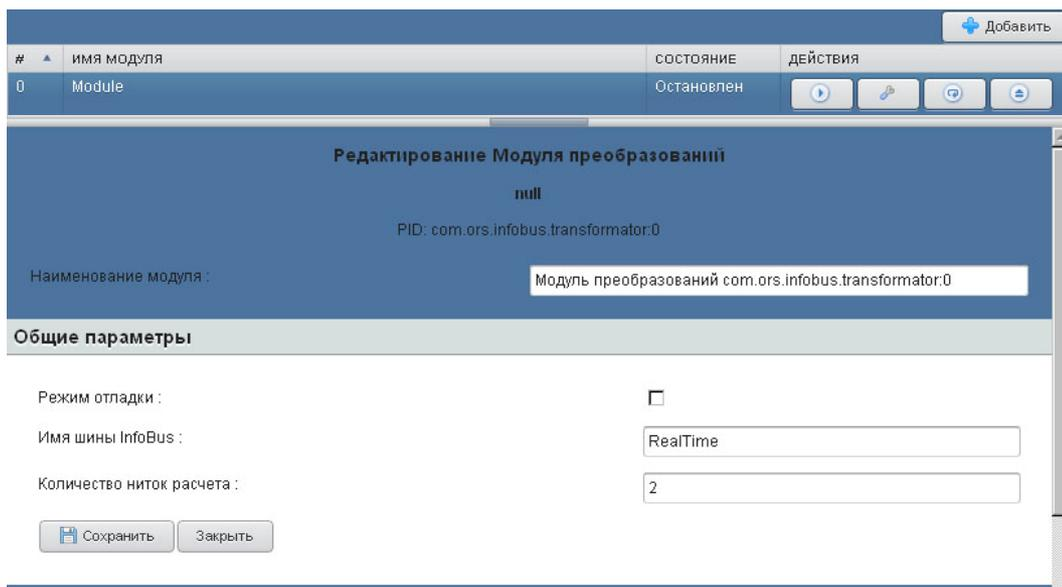

Рисунок 39.
- определение общих параметров модуля (рисунок 39);
Для сохранения настроек и ввода в действие модуля преобразований необходимо выполнить следующие действия с помощью соответствующих кнопок (рисунок 39):